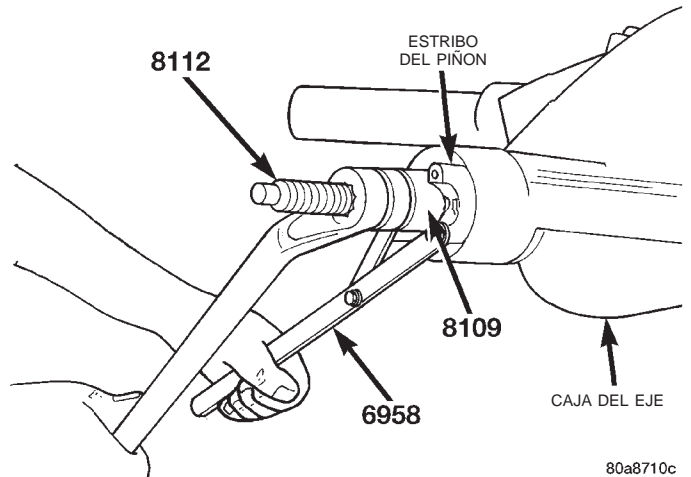

Fig. 13 Instalación del estribo del piñón
(2) Instale el estribo en el piñón satélite con el tornillo 8112, la cubeta 8109 y la herramienta de sujeción 6958 (Fig. 13).